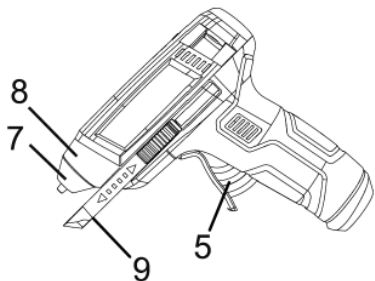

Fig. 2
1. Zum Laden des Akkus stecken Sie das Ladegerät in eine Steckdose und verbinden die USB-Buchse des Ladegeräts und die Micro-USB-Ladebuchse am hinteren Gehäuseteil des Gerätes mit dem Ladekabel (Fig. 2).